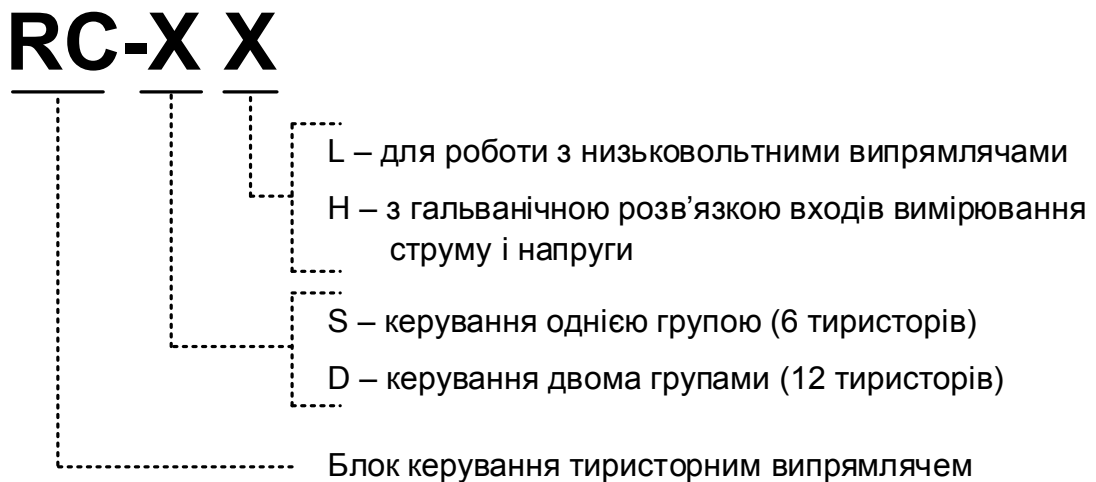

Рисунок 1.1 – Шифр назви блока керування
3.1.2 Характеристики основних параметрів відображено у шифрі назви блока керування тиристорним випрямлячем (рис. 1.1.)